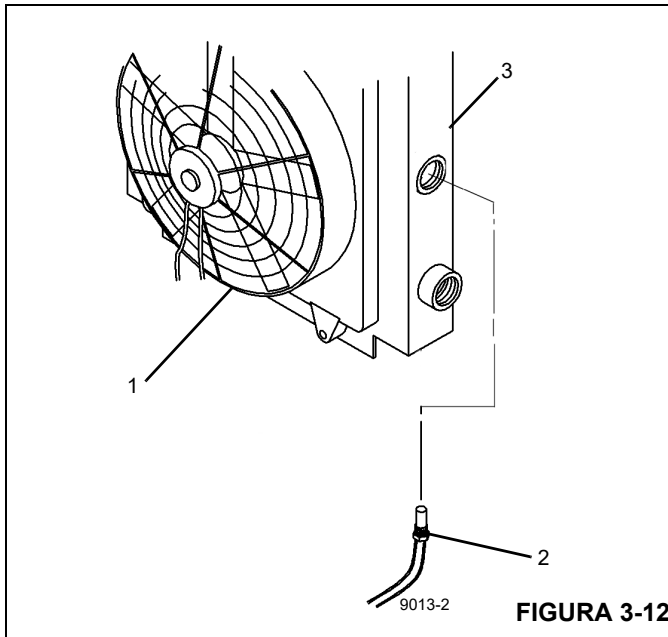

FIGURA 3-12
El enfriador de aceite hidráulico (3, Figura 3-12) se monta en el apoyo de la pluma. Un ventilador eléctrico en la caja del enfriador hace circular una corriente de aire a través del núcleo enfriador cuando el aceite hidráulico alcanza una temperatura de 49°C (120°F).
El sistema eléctrico del enfriador está compuesto por el ventilador eléctrico (1, Figura 3-12), el sensor de temperatura (2) y el relé del ventilador.